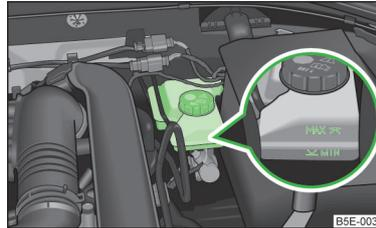

Abb. 151
- Den Bremsflüssigkeitsstand am Behälter prüfen » Abb. 151. Der Stand muss zwischen den Markierungen „MIN“ und „MAX“ liegen.